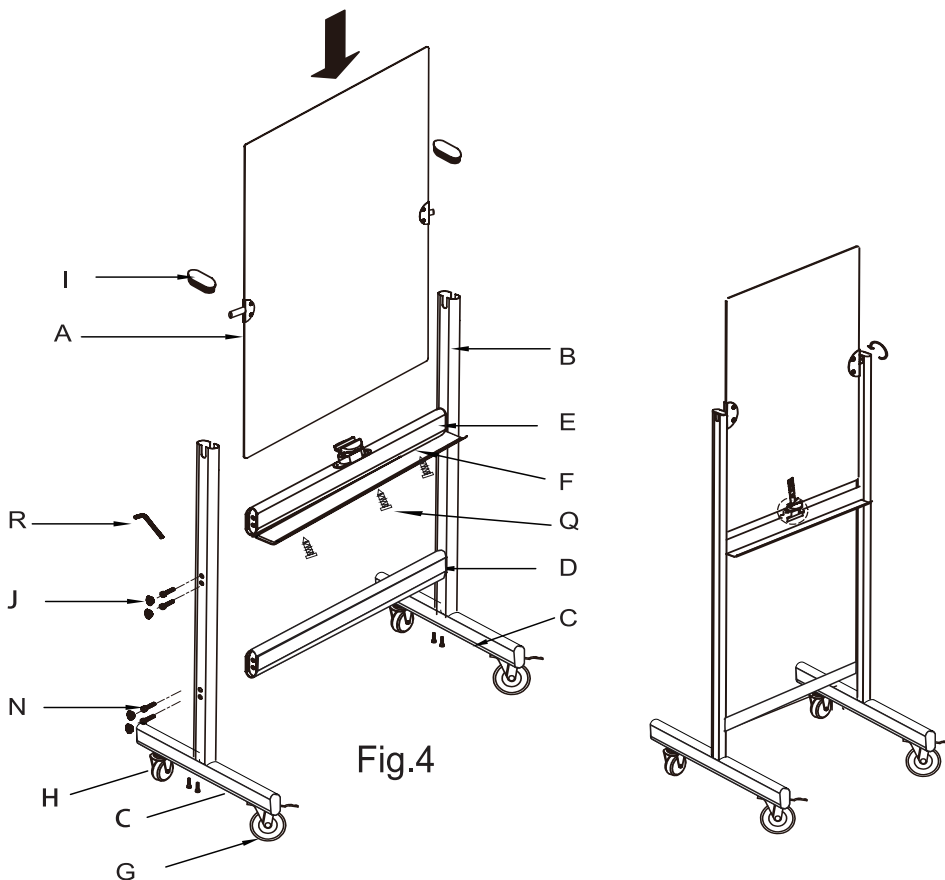

Fig.4
5. Installez le bac à marqueurs (F) sur la traverse supérieure (E) à l'aide de 3 vis (Q) (voir Fig. 4).
6. Raccordez la traverse supérieure (E) aux pieds (B) à l'aide de 2 vis (N) (voir Fig. 4).
7. Raccordez la traverse inférieure (D) aux pieds (B) à l'aide de 2 vis (N) (voir Fig. 4).
8. Glissez les collets du tableau (A) dans les rainures à cet effet sur les pieds (voir Fig. 4).
9. Fixez le tableau en place en insérant les poignées de verrouillage (I) sur les côtés (voir Fig. 4).